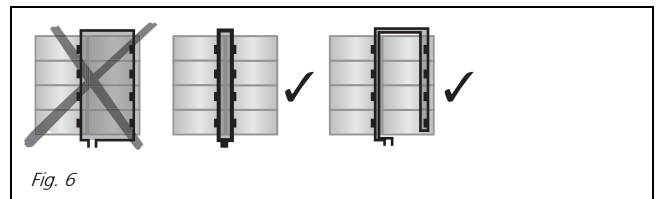

Fig. 6
- Große Leiterschleifen vermeiden (siehe Fig. 6).